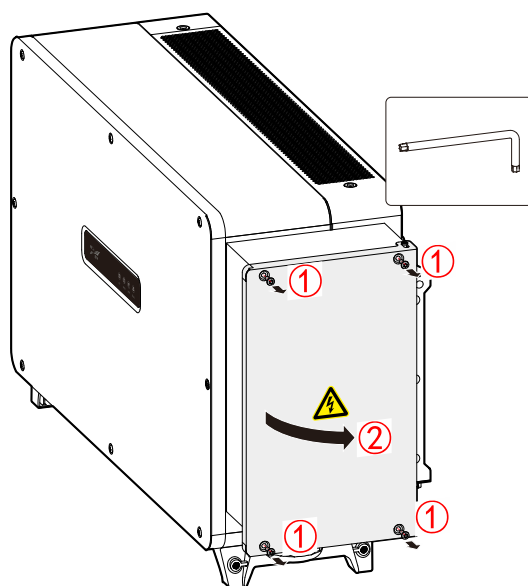

Figura 3-30 Smontare il coperchio destro della scatola di cablaggio
- Fase 1 Con la chiave aprire il coperchio destro della scatola cablaggio, come mostrato in Figura 3-30.